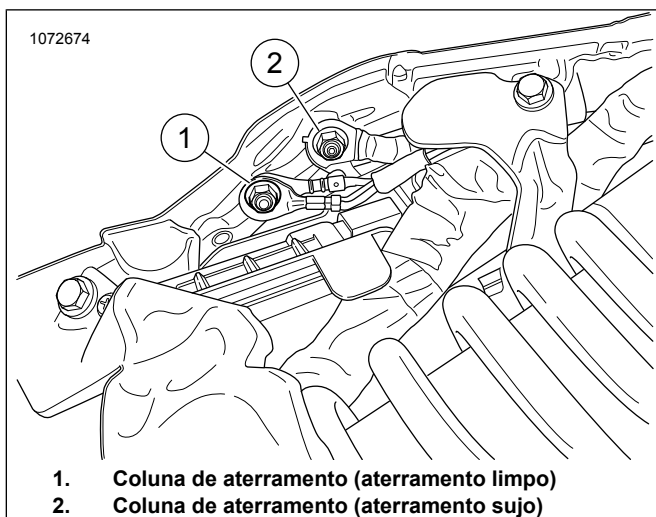

Figura 23. Terra da estrutura
Veja Figura 23. Oriente e conecte o fio de ligação terra do ATM na coluna de aterramento limpo traseiro (1). Aperte com torque de: